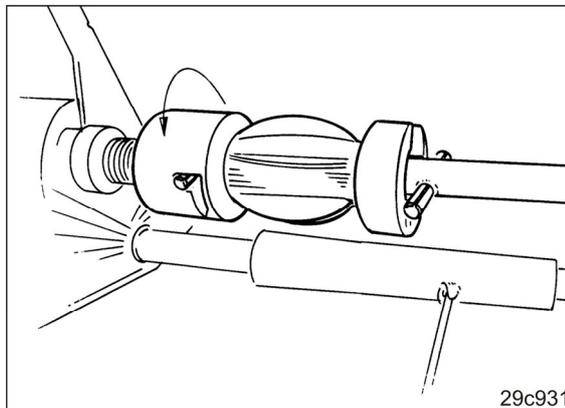

Рис. 209
3. Отключите половину высевающего вала слева (Рис. 209).